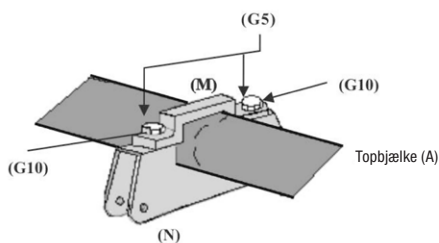

Fig 11
7. Fastgør den øverste og nederste fastgørelse (M og N) til tvillingegyngen på topbjælken (A) med 28 mm M8 6-kantsbolte (G5), M8 skiver (G10) og M8 nylonmøtrikker (G9). Sørg for, at fastgørelsen sidder ordentligt fast på topbjælken. Se fig. 11 og 12.